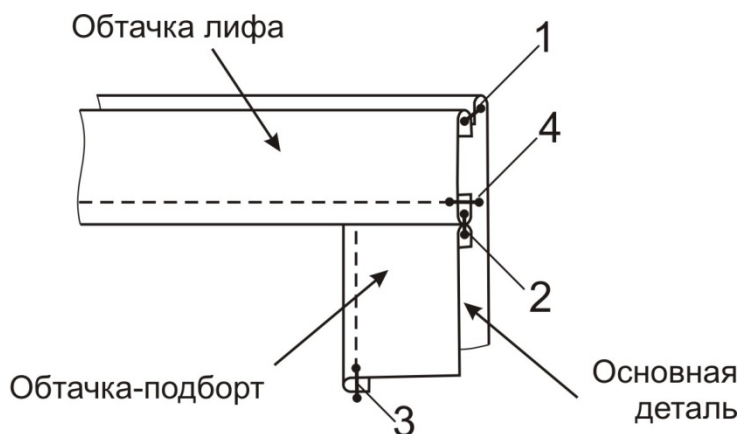

Рис.2
9. Продублируйте прокладочным материалом обтачку лифа, не заходя на припуски на швы. Накोलите обтачку лицевой стороной на лицевую сторону лифа, совмещая верхние срезы. Выполните строчку по верхнему срезу (рис.2, строчка 1). Если Вы выполняете модель с ляжками, они должны попасть в шов притачивания обтачки. Отогните обтачку на изнаночную сторону, выметайте с образованием канта 0,1 см из основной детали и приутюжьте.
13. Выполните узкую подгибку внутренних краев заготовленных обтачек-подбортов (рис.2 и 3, строчки 3 и 3')
14. Притачайте обтачки-подборта короткими срезами к краям обтачки лифа (рис.2, строчка 2), швы разутюжьте.
15. Подогните и внутренний срез обтачки лифа (рис.2, строчка 4). Если вы хотите закрепить обтачку на лифе таким образом, чтобы была видна отделочная строчка на
лицевой стороне лифа, пропустите сейчас этот пункт. Выполните его после пункта 17, настрочивая обтачку лифа строчкой 4 (рис.2) на основную деталь.